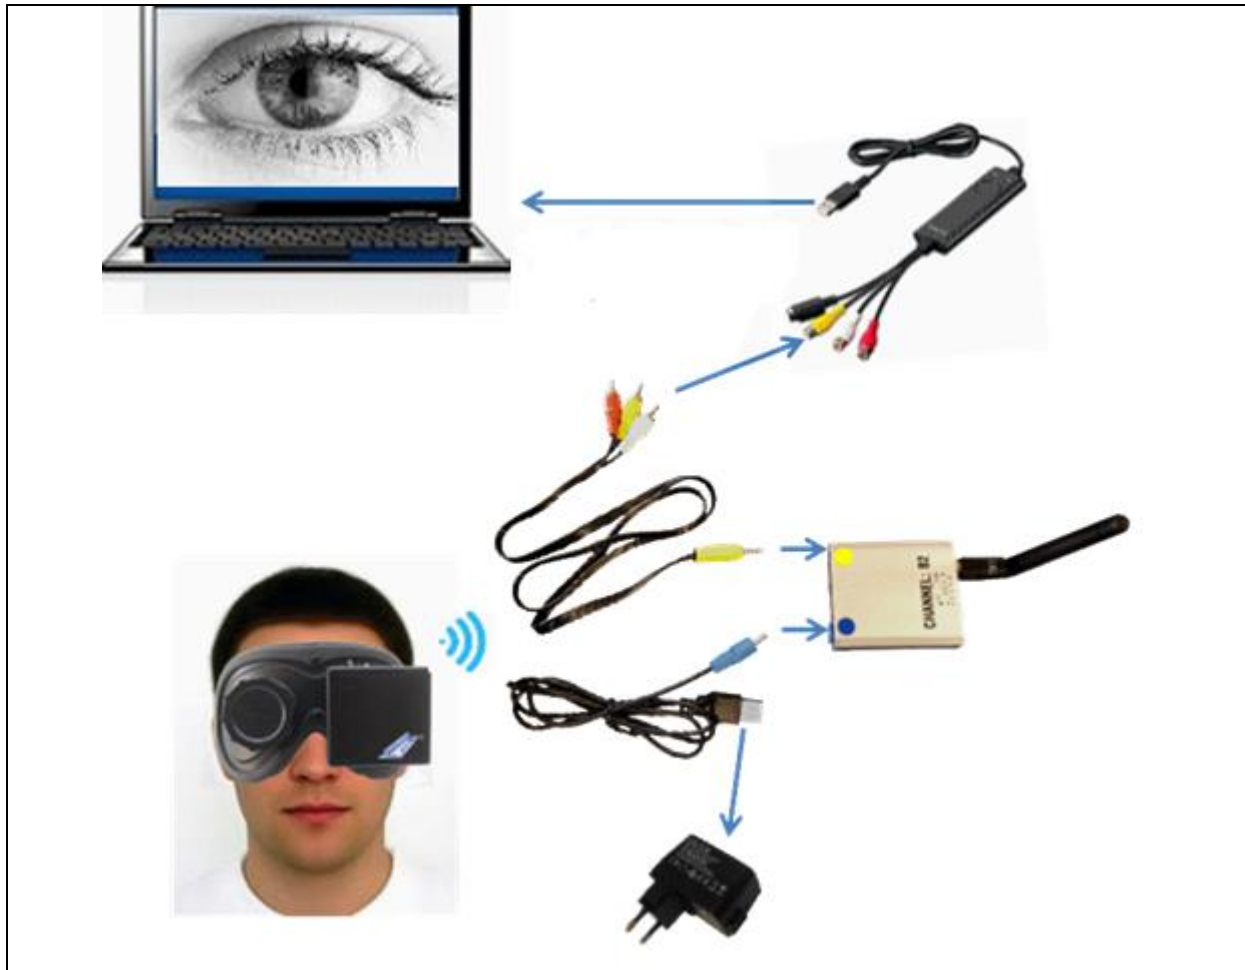

Figure 11 – Schéma de principe du branchement en version sans fil sur PC avec deux types d'adaptateur Vidéo USB
- Branchement sur un ordinateur (cf **Figure 11**):